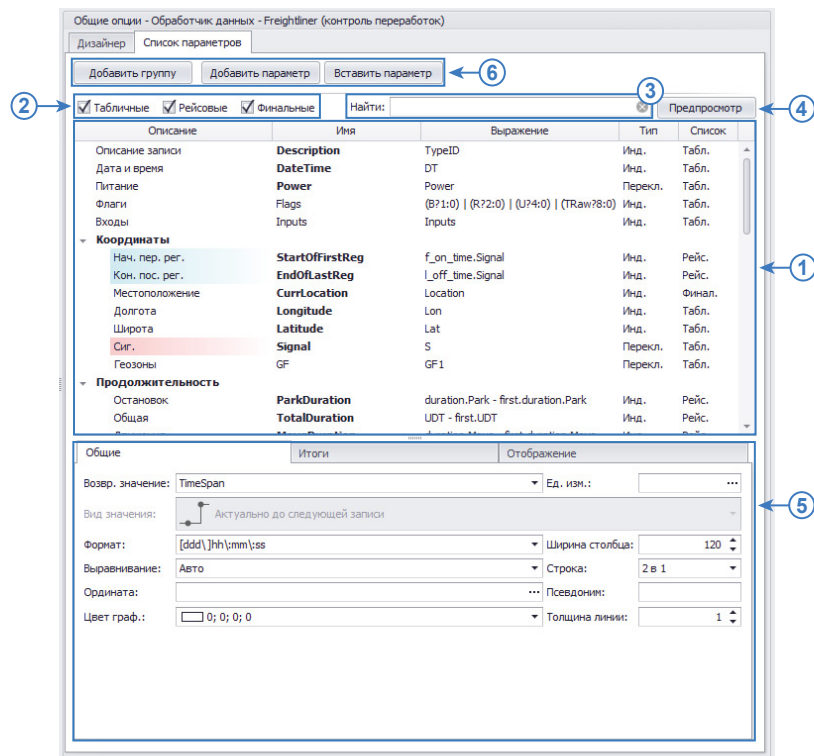

Рис.79. Список параметров.
Список параметров (Рис.79, п.1) приведен в табличном виде и содержит все стандартные параметры, добавленные через дизайнер параметров, пользовательские параметры и дополнительные параметры, добавляемые в обработчик данных для расчета стандартных параметров – параметров, добавленных через Дизайнер.
- При помощи фильтров «Табличные», «Рейсовые» и «Финальные» (**Рис.79, п.2**) пользователь может скрыть разные типы параметров в списке.
- Для удобства работы с большим списком параметров предусмотрен поиск по списку. Для поиска нужного параметра необходимо ввести имя этого параметра или описание в строку «Найти», расположенную над списком параметров (**Рис.79, п.3**).
- В режиме предварительного просмотра пользователь может посмотреть предварительный список параметров, обрабатываемых в программе. Для этого необходимо нажать кнопку «Предпросмотр» (**Рис.79, п.4**) в верхнем правом углу вкладки. В режиме предпросмотра показаны зависимости, выбранный цвет графика, ошибки, если параметры заданы неверно (например, если неверно задано выражение для расчета). Данная возможность позволяет проверить параметры на наличие ошибок и корректность логических выражений перед началом обработки данных.
- При выборе параметра в списке в нижней части вкладки отображаются настройки этого параметра (**Рис.79, п.5**). Настройки расположены на нескольких вкладках. Настройки определяются типом параметра, который задается в списке параметров в поле «Тип». В последующих параграфах более подробно рассмотрена настройка каждого типа параметров.
- В список параметров встроена Автосправка, которая позволяет загрузить список всех доступных параметров. Для вызова справки необходимо нажать правую кнопку мыши на списке параметров и выбрать пункт «Автосправка» (**Рис.79**).
Добавить новый элемент в список можно с помощью кнопок «Добавить группу», «Добавить параметр» и «Вставить параметр» (Рис.79, п.6), расположенных в верхней части вкладки «Параметры».